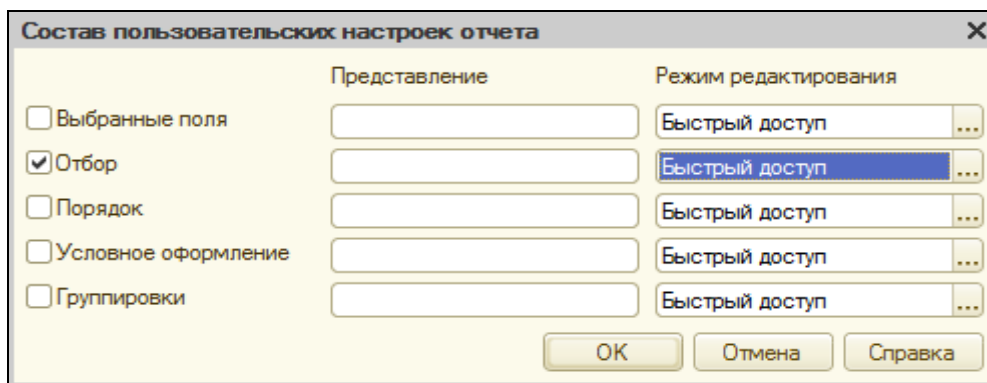

Рисунок 6.40 Настройка параметра Отбор
11. Настройте окно по образцу (рис.6.40). нажать ОК.